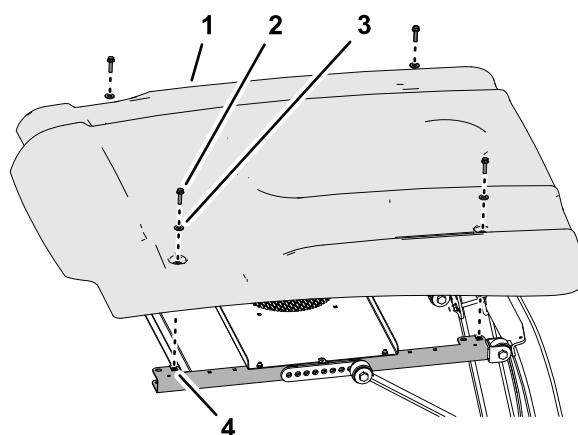

Bild 10
- Montieren Sie das Sonnendach mit den vier Bundkopfschrauben (5/16" x 1 1/4") und den vier Scheiben (5/16"), die Sie in 2 Entfernen des Sonnendachs \(Seite 2\) entfernt haben, an den Rahmenkanälen (Bild 10).